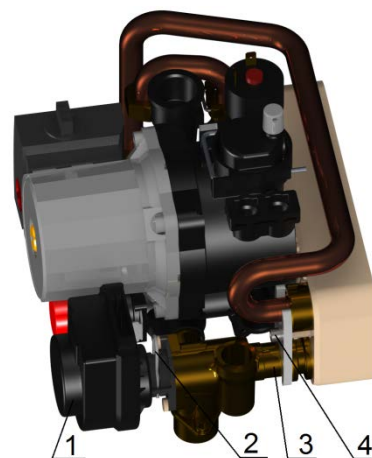

Рис. 18 Демонтаж трехходового клапана
- снять скобу (2) крепления электродвигателя трехходового клапана (1), см. рисунок 18;
- снять электродвигатель трехходового клапана (1), потянув его на себя;
- отвернуть винт (4) крепления вторичного теплообменника;
- снять трехходовой клапан (3), потянув его вправо и на себя.